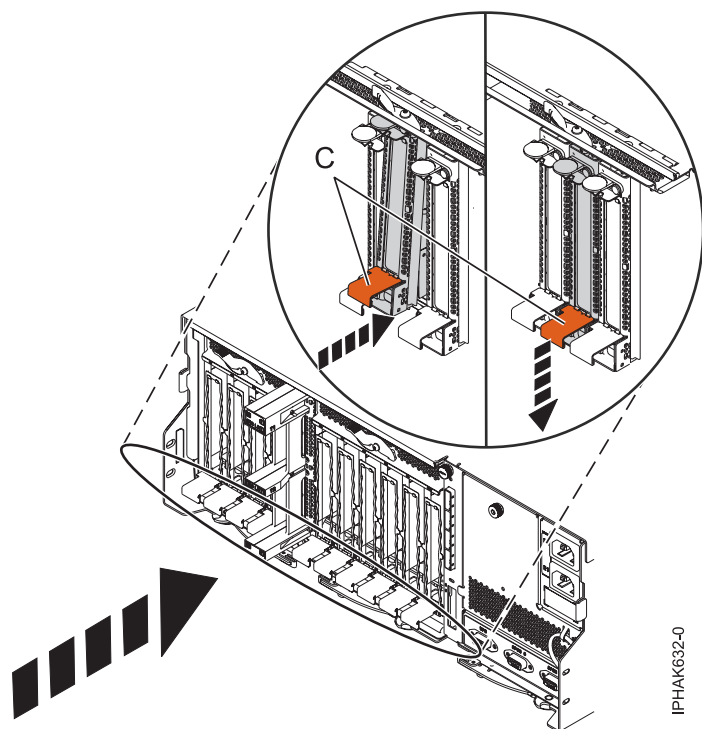

Figura 134. Instal·lació del casset d'adaptadors PCI
1. Assegureu-vos d'aixecar la nansa inferior del casset (C) cap al clip de retenció, com es mostra a la Figura 134 a la pàgina 152. D'aquesta manera, l'adaptador està en la posició correcta per acoblar-se al sistema.
3. Un cop el casset s'hagi inserit totalment en el sistema, pressioneu amb fermesa cap avall sobre la nansa inferior (C) del casset per tal que l'adaptador quedi bloquejat en el seu connector.